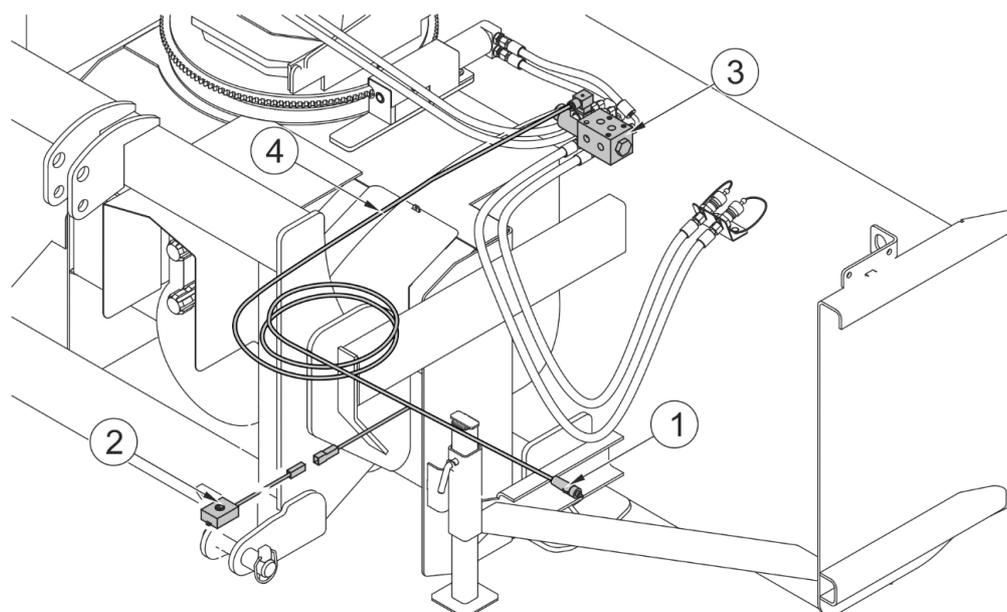

РИСУНОК 3.5 Устройство электрической системы
(1) - штекер гнезда прикуривателя; (2) - переключатель; (3) - электроклапан; (4) - пучок электропроводов
Электрическая система роторного снегоочистителя (РИСУНОК 3.5) состоит из провода (4), законченного штекером гнезда прикуривателя (1) и переключателем (2) для включения питания гидравлического электроклапана (3) управления выбросным метателем. После подсоединения штекера (1) к гнезду прикуривателя можно при помощи переключателя (2) изменять гидравлическое управление вращением на подъем и опускание метателя.